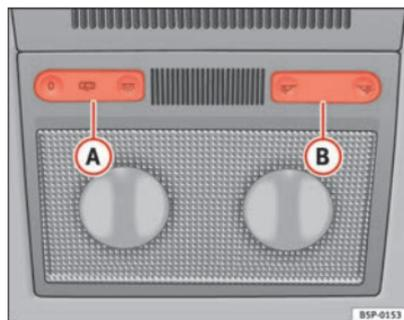

Fig. 79 Ciel de pavillon : plafonnier avant
La commande ⇒ fig. 79 (A) vous permet de sélectionner les positions suivantes :
Placez la commande en position O ⇒ fig. 79.